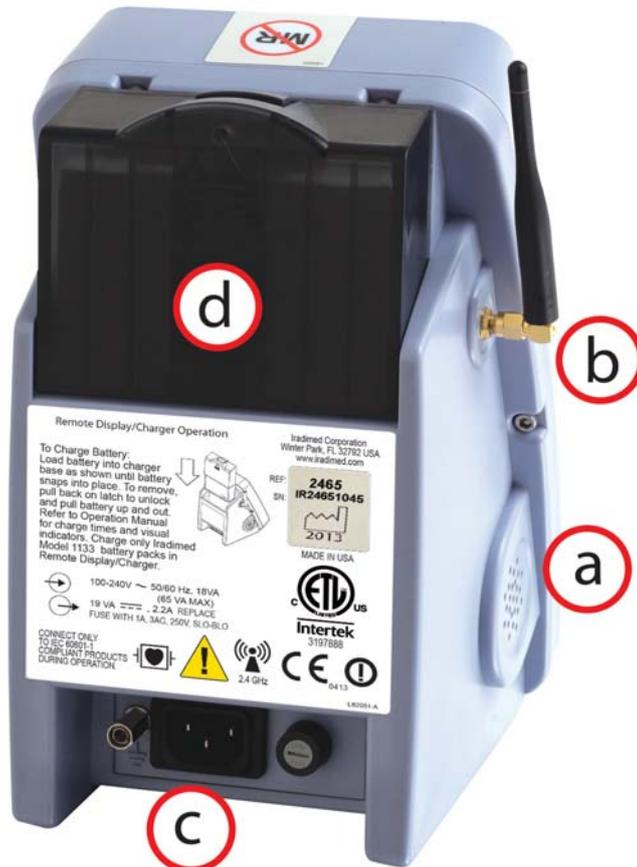

Figura 1-4. Retro Del Display/Carica Batterie Remoto.
1.11.4 Retro Del Display Remoto/Carica Batterie. Vedere la figura 1-4 per la posizione dei principali componenti sul Retro del Display Remoto/Carica Batterie.